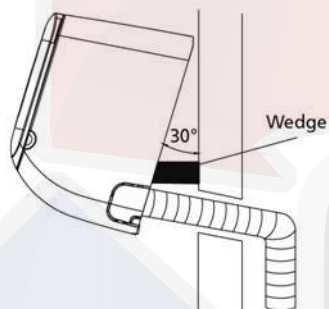

Fig. 3.13
2. Ocupe un soporte o cuña para levantar la unidad, dándole suficiente lugar para conectar la tubería de refrigerante, cable de señal, y manguera de drenaje. De referencia a Fig. 3.13 para un ejemplo.